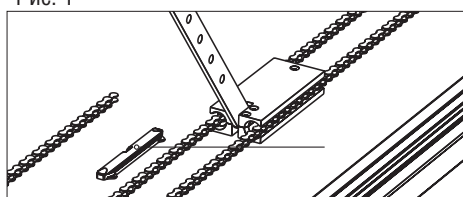

Рис. 4
5. Разберите суппорт на две части (поз. 4, рис. 4).